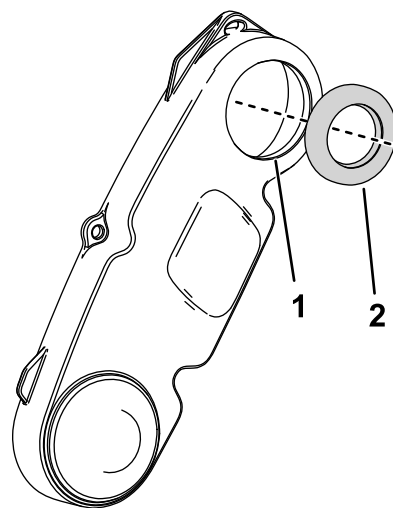

Figure 9
6. Lubrifiez le bord du couvercle du système d'entraînement du cylindre et enfoncez le joint jusqu'à ce qu'il affleure le couvercle (Figure 9).